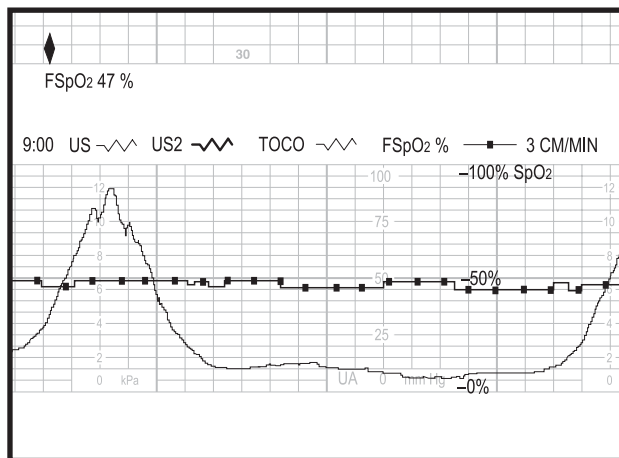

Рис. 12-5. Пример данных FSpO₂ (SpO₂П)
- ◆ – покрашенный ромбик означает, что данные были получены от внешнего пульсоксиметра плода, подключенного к монитору 120 Series. Основные показатели печатаются под значком ромбика. (См. рис.12-5.) Для получения информации о подключении обратитесь в сервисную службу.